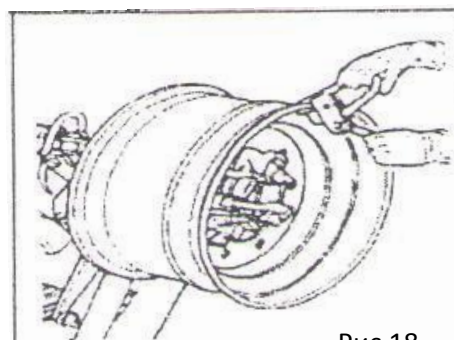

Рис.18
- 3) Закрепить щипцы в верхней точке внешней плоскости колесного диска (см. рис. 18).